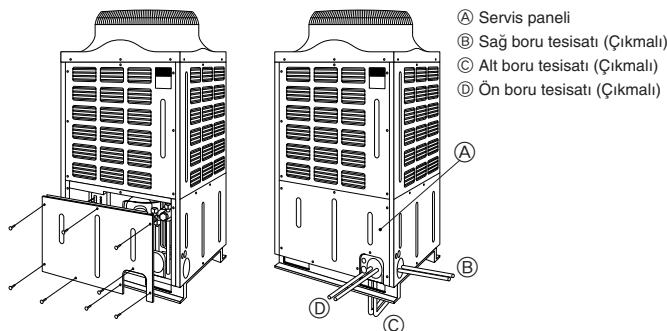

Fig. 5-4
5.3. Soğutucu boruları (Fig. 5-4)